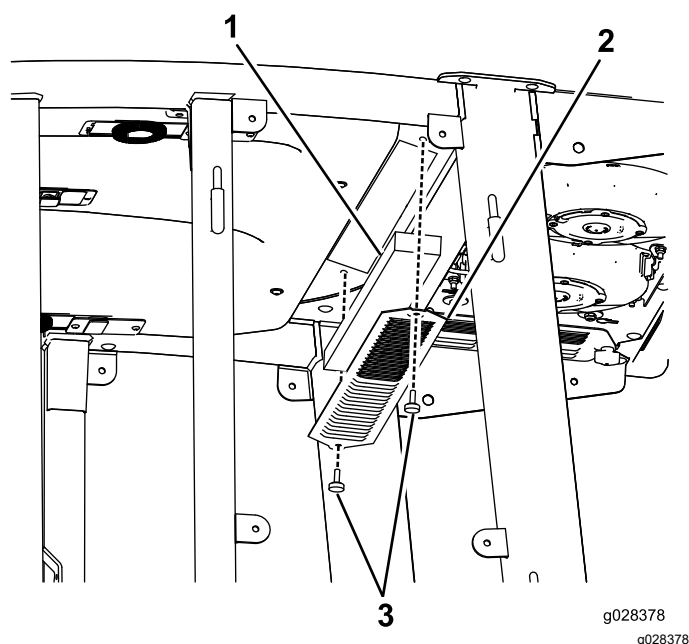
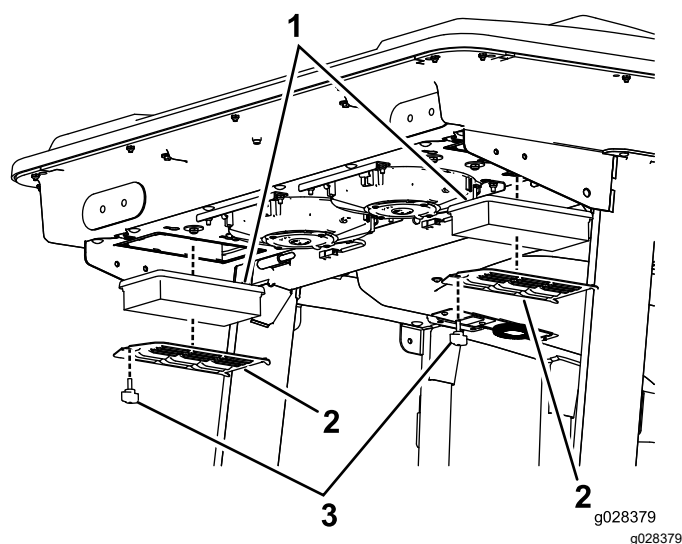
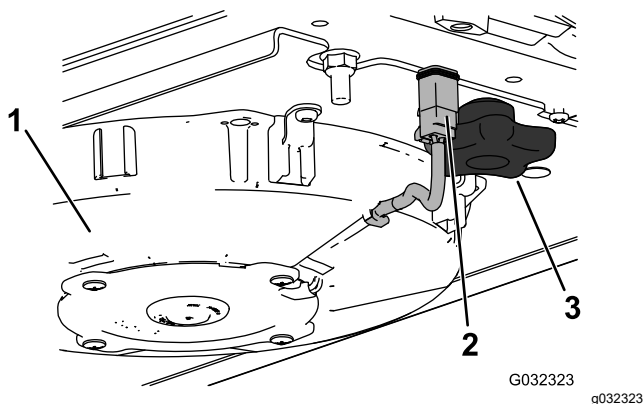
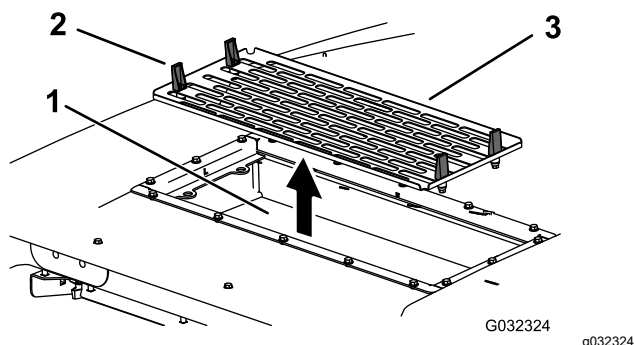

Figura 130
Figura 131
Figura 133
Figura 134
posteriore della cabina (Figura 130 e Figura 131).
4. Togliete i filtri dell'aria (vedere Figura 131).
6. Installate i filtri dell'aria, la griglia e il gruppo ventola (Figura 131, Figura 133 e Figura 134).
7. Collegate il filo per ciascuna ventola (Figura 133).